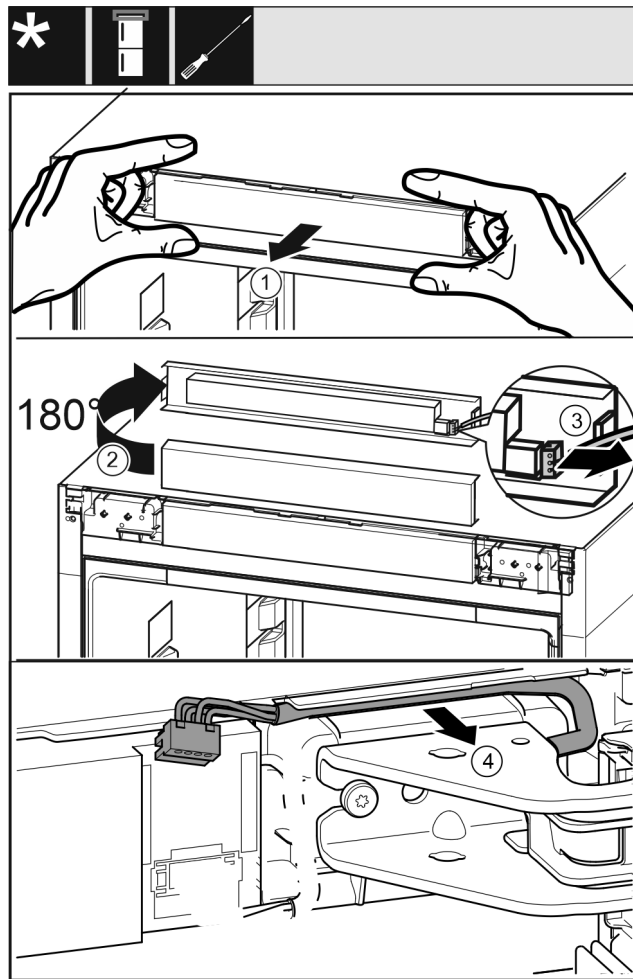

Fig. 18
- Óvatosan válassza le a kezelőpanelt Fig. 18 (1) előrefelé.
- Fordítsa el a kezelőpanelt Fig. 18 (2) felfelé 180°-kal.
- Nyomja hátrafelé a reteszelő bütyköt Fig. 18 (3), és óvatosan húzza ki a dugót.
- Óvatosan vegye ki a csapágybak feletti kábelt Fig. 18 (4) a vezetősínből.